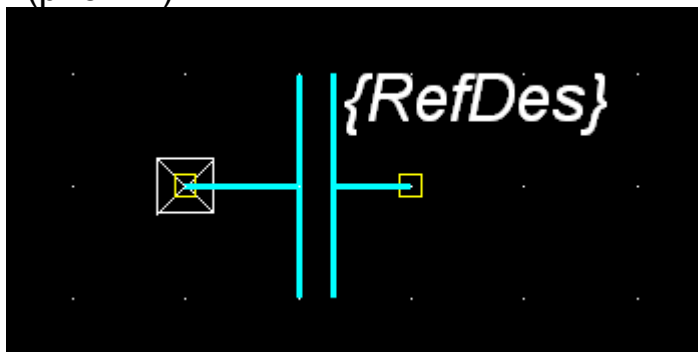

Рис. 14 УГО керамического конденсатора (**Grid=5mm**)
- 4.4 Нарисуйте символ конденсатора. Обратите внимание, что расстояние между обкладками составляет 1,5мм, поэтому входе рисования придется переключаться на шаг сетки **0.5mm**. Правый вывод необходимо сделать длиной **3.5mm**. При этом все выводы элементов попадут в сетку с шагом **5mm** (рис. 14).